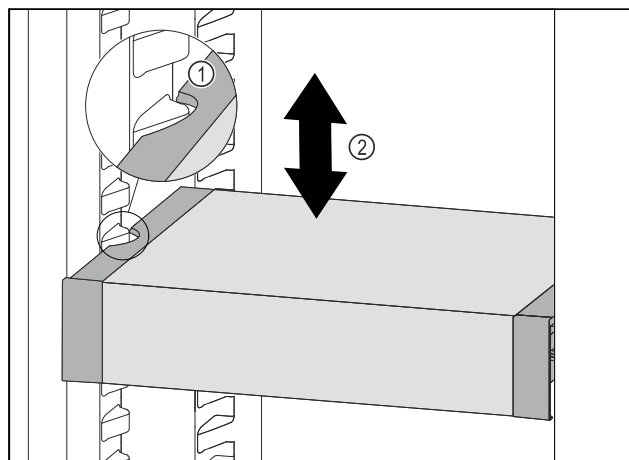

Fig. 51
- VarioSafe ťahajte dopredu, dokým sa bočné vybrania VarioSafe nebudú nachádzať vo výške rebra nádoby v chladničke. Fig. 51 (1)
- VarioSafe v chladničke presúvajte nahor alebo nadol, dokým sa dosiahne požadovaná výška. Fig. 51 (2)